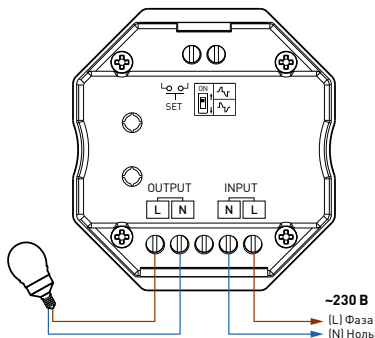

Рис. 2. Схема подключения диммируемых ламп с питанием AC 230 В
- 3.2. Подключите светорегулятор согласно схеме на рис. 2 или 3: